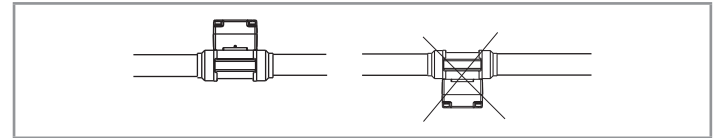

Fig. 3 : Ailette en bas sur une canalisation horizontale
- Sur une canalisation horizontale, installer l'appareil de sorte que l'ailette soit en bas (Fig. 3).